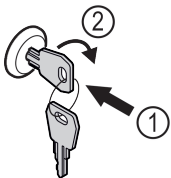

Fig. 129
- ▶ Introduceți cheia prin apăsare Fig. 129 (1).
- ▶ Rotiți cheia cu 90° în sensul acelor de ceasornic Fig. 129 (2).